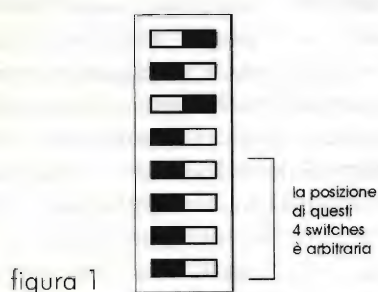

figura 1
1) il settaggio del secondo dip-switch, dall'alto, di pag.69 è settato al contrario, la giusta combinazione è quella qui riportata nella figura 1: